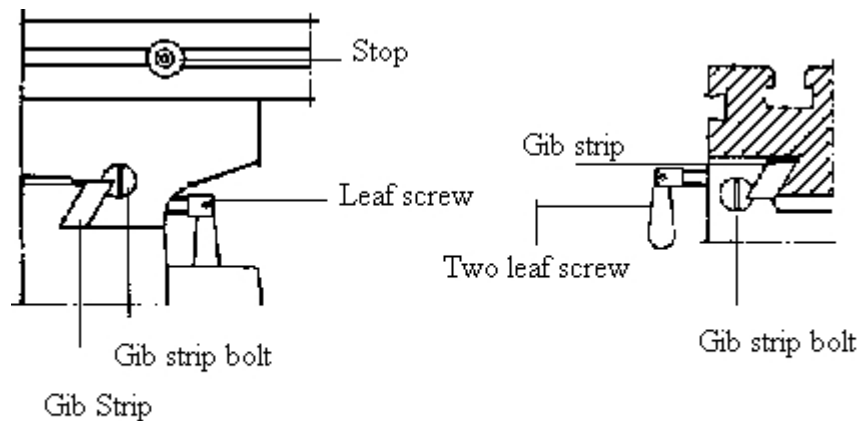

Fig. 3.
7. TAFELSLANG AANPASSEN EN Compenseren voor slijtage (zie Fig. 3)
8. Klemmen, TAFELSTEUN EN MACHINESTEUN (zie Fig. 3)